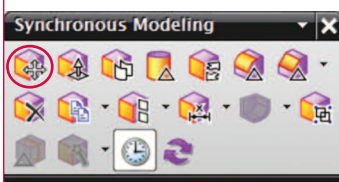

Abbildung 2: Menüleiste der synchronen Modellierung mit dem ausgewählten Befehl „Fläche verschieben“.
1. Wählen Sie den Befehl „Fläche verschieben“ aus der Menüleiste der synchronen Modellierung (Abbildung 2).